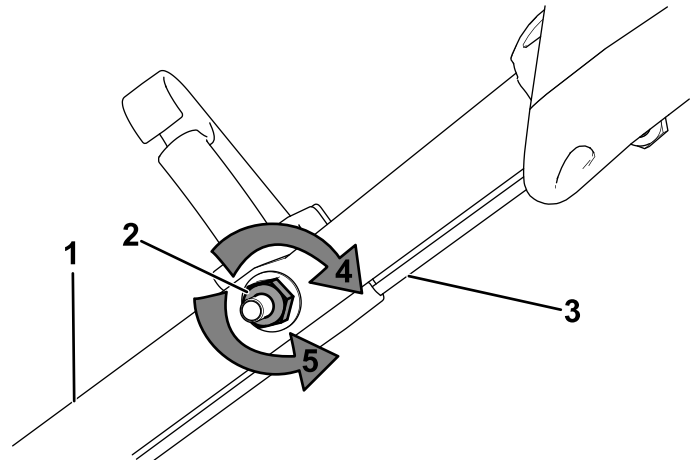

Figure 33
1. Tournez l'écrou de réglage dans le sens antihoraire pour desserrer le réglage du câble (Figure 33).
2. Ajustez la tension du câble (Figure 33) en le tirant en arrière ou en le poussant en avant puis en le maintenant à cette position.